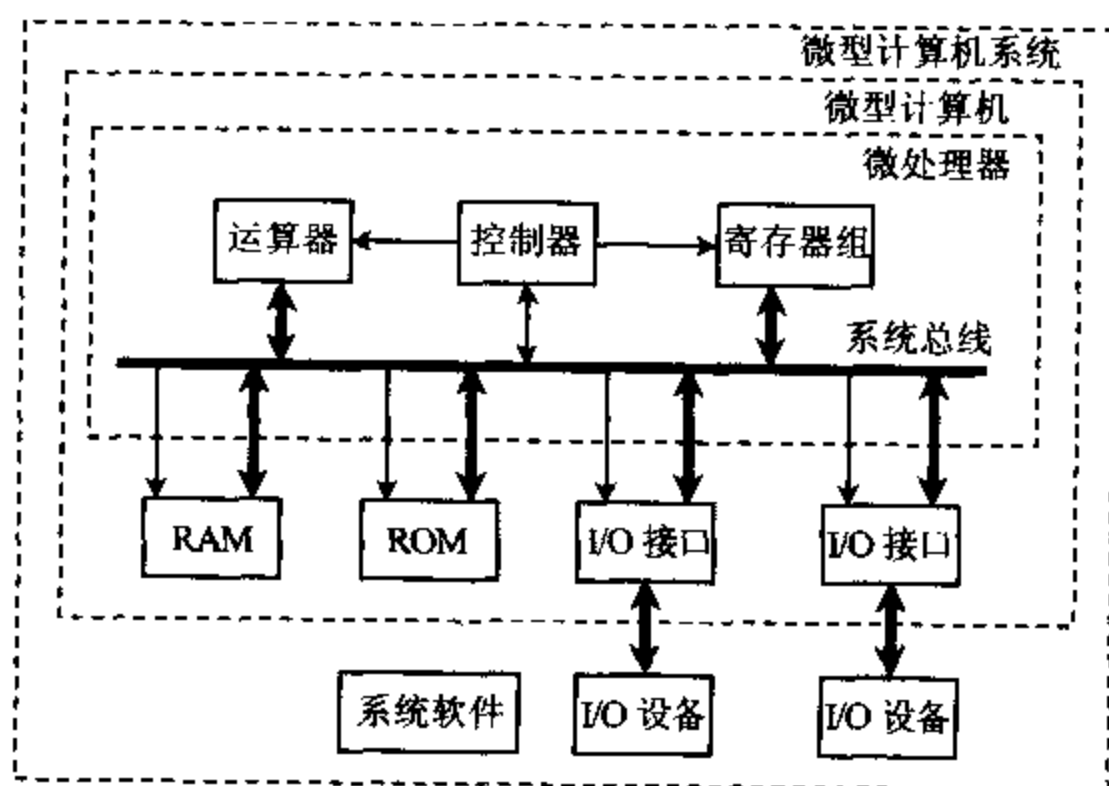

图 1-3 微型计算机系统的组成
• 没有配置软件的计算机称为裸机,仍然什么工作也不能做,必须配置系统软件和应用软件。基本的系统软件如 DOS, Windows, Linux 等操作系统,以及各种语言的汇编,编译,解释程序,机器的调试程序,故障检测程序及程序库等,如 Basic, Fortran, C, 汇编等。应用软件主要指用户编写的应用程序。随着软件技术的发展,软件工具越来越多,会充分发挥微型计算机的能力,并给用户提供极大的方便。图 1-3 给出了微型计算机系统的组成。